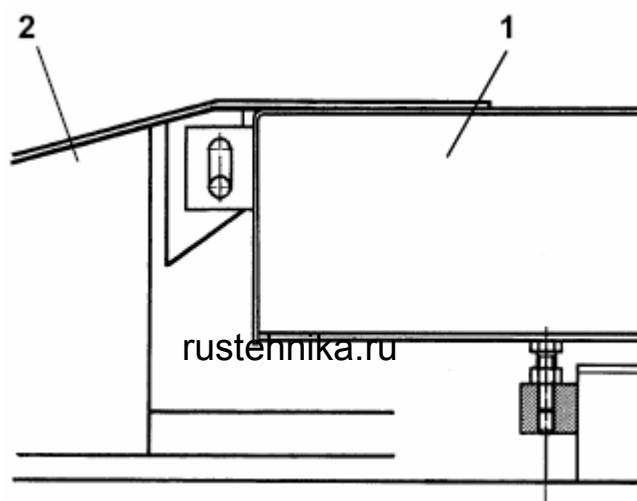

Рис. 33
К рис. 33. Действуйте, как описано в параграфе 4.13, проверяя выравненность платформ (1) относительно въездных рамп (2).